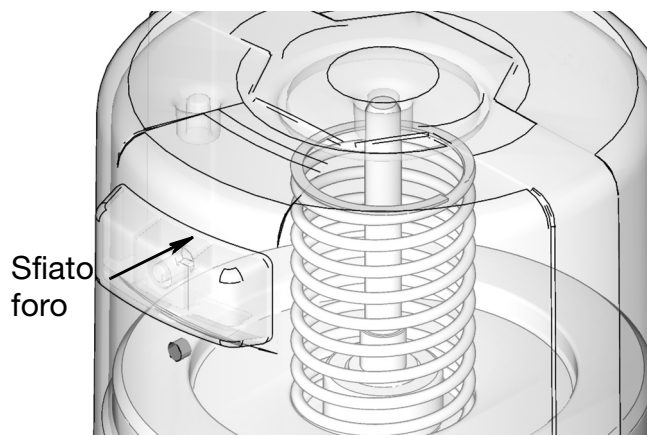

FIG. 13
3. Riempire il serbatoio di grasso finché la tenuta della piastra di inseguimento non apre il foro di sfiato (FIG. 13) e la maggior parte dell'aria non viene espulsa dal serbatoio.